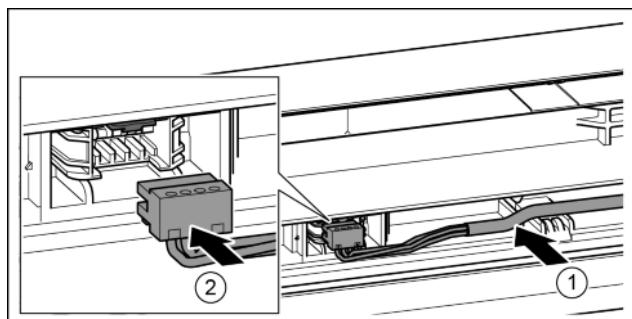

Fig. 43
- ▶ Поставете сивия кабел във водача в горната врата. Fig. 43 (1)
- ▶ Фиксирайте щепсела. Fig. 43 (2)